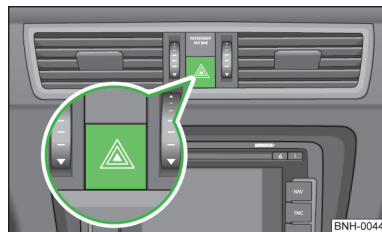

Fig. 22
- Pulsar el interruptor  » fig. 22 para conectar y desconectar el sistema de intermitentes simultáneos.